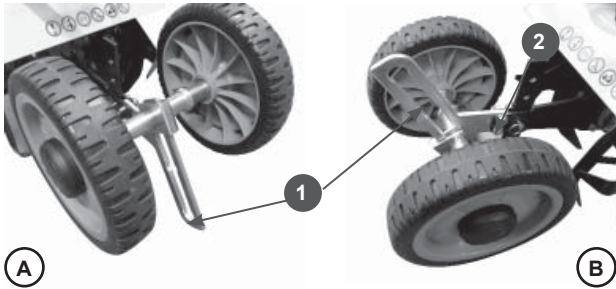

Рис.2
С завода культиватор поставляется с направляющей регулировки высоты колес (1), установленной регулировочным пазом с отверстиями вниз (транспортное положение Рис.2 п.А) При первичной сборке культиватора необходимо направляющую установить пазом вверх (Рис.2 п.В).
Для этого необходимо открутить гайки и извлечь болты (2) крепления направляющей (Рис.2 п.В).